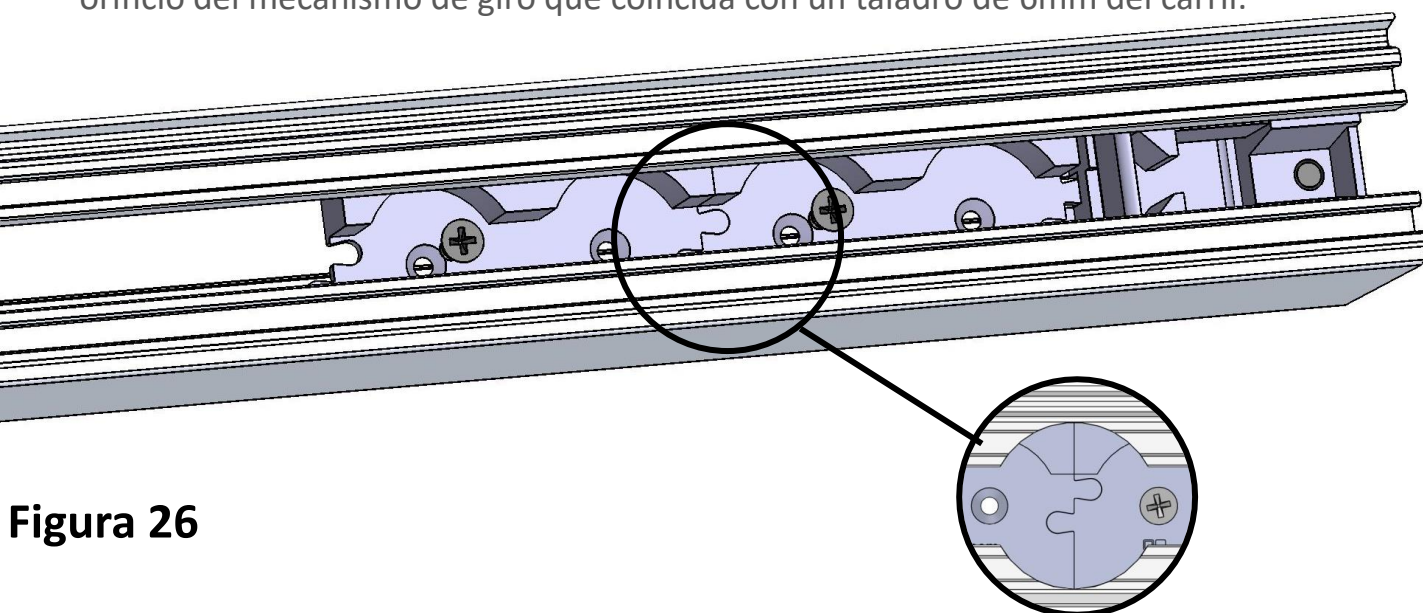

Figura 26
- Apretar el espárrago del pivote en el hueco del taladro de 3mm (para el pivote) hecho anteriormente. Encajar las partes puzle de las piezas y taladrar con una broca de 3mm en el hueco del mecanismo de giro que coincide con el orificio del carril, para atornillar con un tornillo DIN 7982 3,5x9.5 (figura 26).